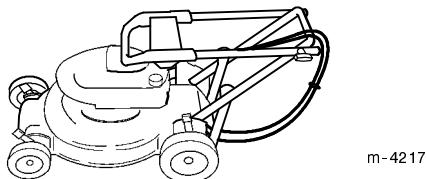

Figure 32
2. Abaissez la partie supérieure du mancheron vers l'avant avec précaution jusqu'à ce qu'elle repose sur le moteur (Fig. 32).